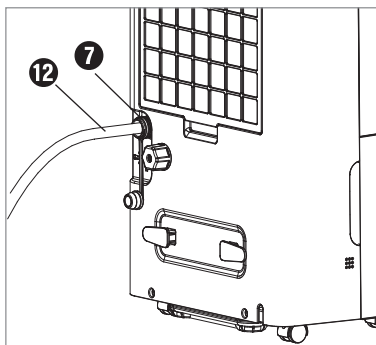

Bild 3
- ♦ Sätt in den medföljande slangen ❶ i vattenutloppsöppningen ❷ (se bild 3).